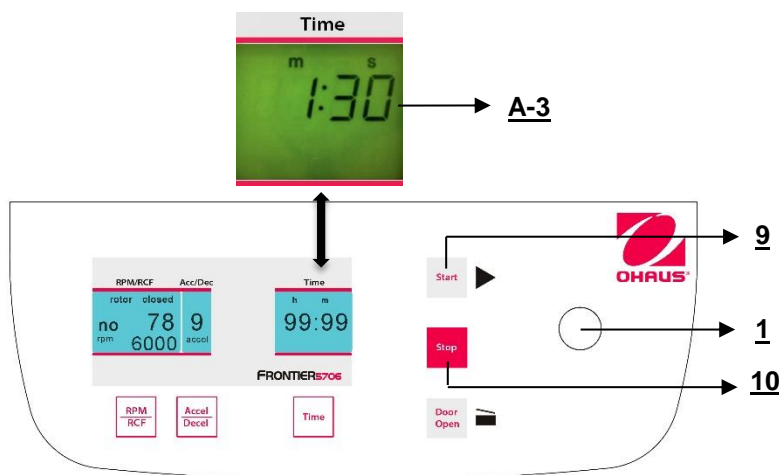

Figura 22
per avviare la centrifuga, accertarsi che il coperchio sia chiuso e quindi premere il tasto **"Start"** (9), (rif. figura 22). Con il tasto **"Start"** (9), si possono avviare cicli con i parametri preselezionati manualmente. La centrifuga si arresterà automaticamente quando è terminato il tempo di funzionamento preselezionato, oppure si può interrompere ogni ciclo con il tasto **"Stop"** (10).